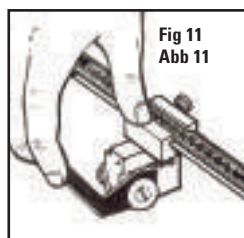

Fig 11
7. En utilisant l'index, soulever le levier progressif vers le haut d'un échelon ou d'un déclic (Fig 11). Ceci règle la lame dans la première position de coupe.
7. Utilizando su dedo índice, levante la palanca de pasos hacia arriba un paso o un clic Fig 11. Esto ajusta la cuchilla en su primera posición de corte.
7. Drücken den Stufenhebel mit Ihrem Zeigefinger nach oben, bis er leicht einrastet (Abb. 11). Die Klinge befindet sich nun in der ersten Schneidposition.